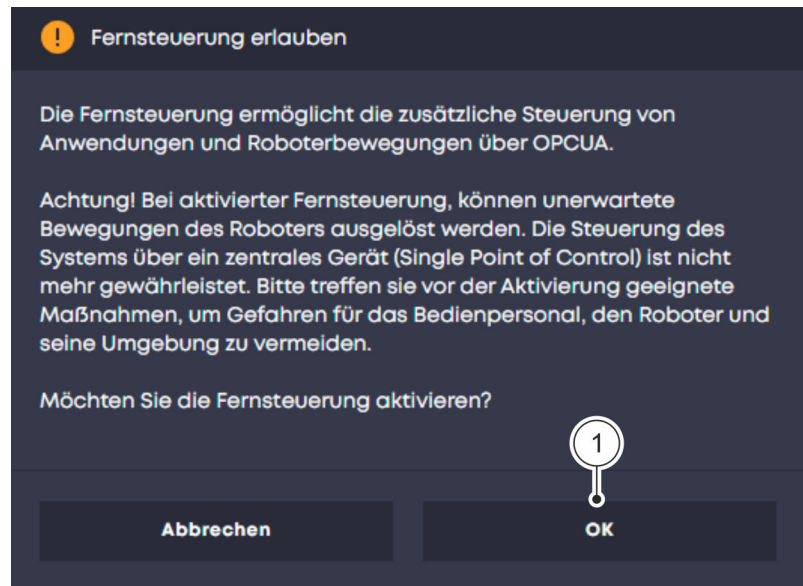

Abb. 46 Remote-Modus aktivieren
02. Mit „OK“ bestätigen, um den Remote-Modus zu aktivieren Abb. 46/
①.